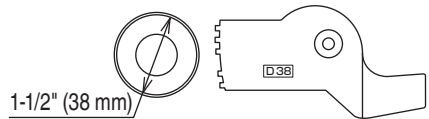

Fig. 59
6. Juego de rodillo central (D 38)(Fig. 59) (N° de código 321445)